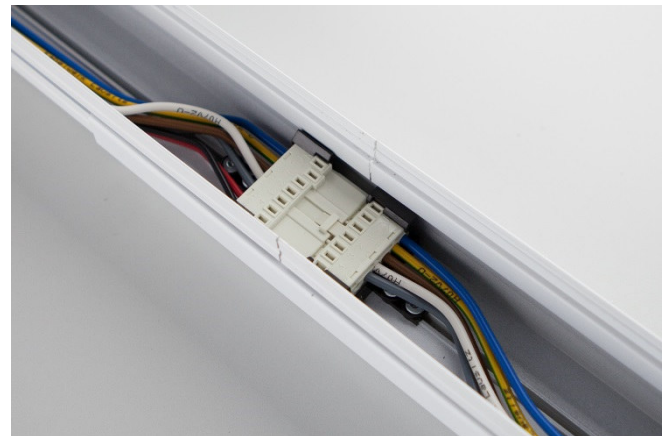

Abb. 5: Durchgangsverdrahtung
3. Die nächste so vorbereitete Schiene einhängen und in den vorherigen Verbinder einschieben und arretieren. Beim einschieben der Schienen auf sicheren Kontakt der Steckvorrichtung der Durchgangsverdrahtung achten. (Abb. 5) Jetzt den zweiten Sicherungsbügel fest herunter drücken.